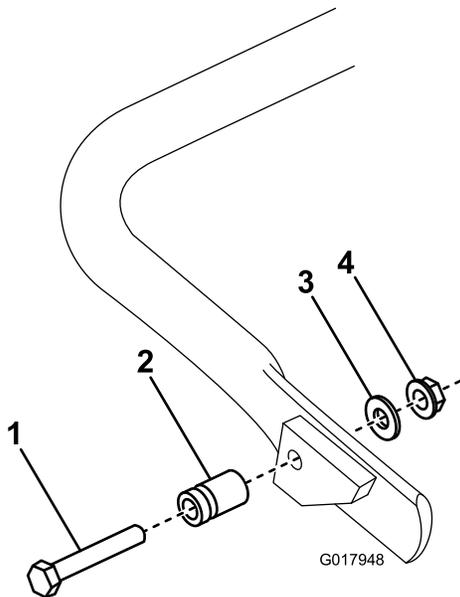

Figura 5
1. En el Modelo 04056 solamente, conecte el anclaje del muelle al lado derecho del caballete (Figura 5) usando el perno, la arandela y la tuerca con arandela prensada suministrados.